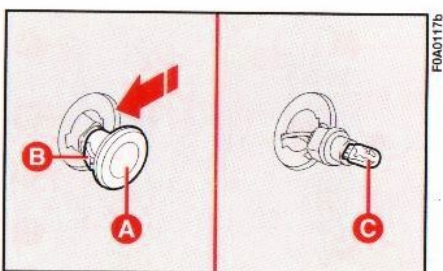

Abb. 24
- 1) Die Lichtscheibe **A**, **Abb. 24** in Pfeilrichtung (entgegen der Fahrtrichtung des Fahrzeuges) drücken, um die Haltefeder **B** zusammenzudrücken und die Gruppe herausnehmen.